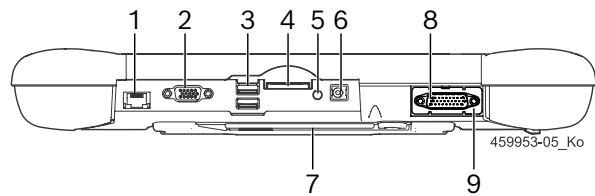

図 2: KTS 350インタフェースビュー
1. KTS 350 (図2、位置8) と車両のOBD接続ケーブルをOBDインターフェースに差し込みます。